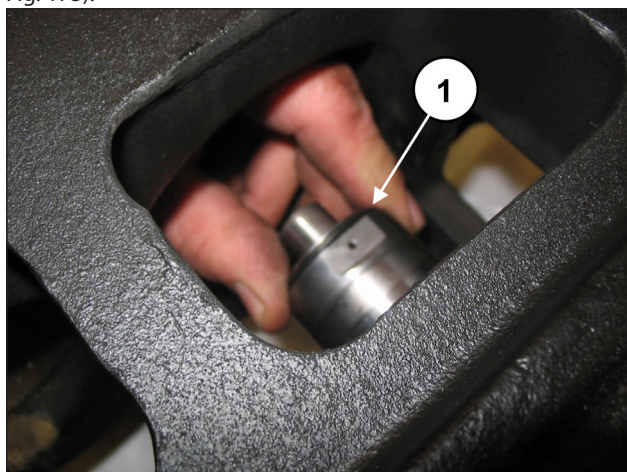
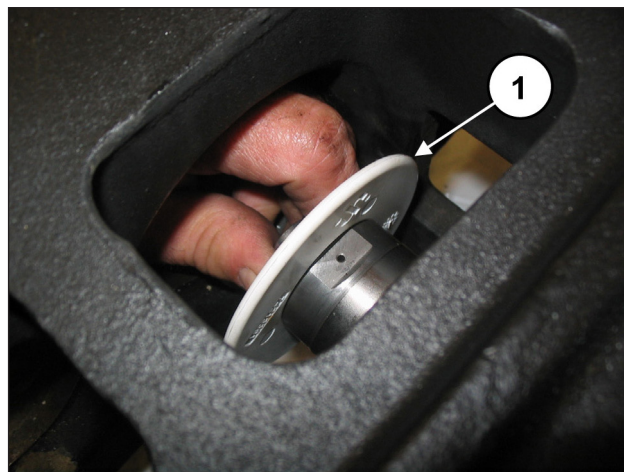

Fig. 174
Fig. 175
Posizionare il paraspruzzi completo di O-ring nell'alloggiamento sul guida pistone (pos. ①, Fig. 174 e Fig. 175).